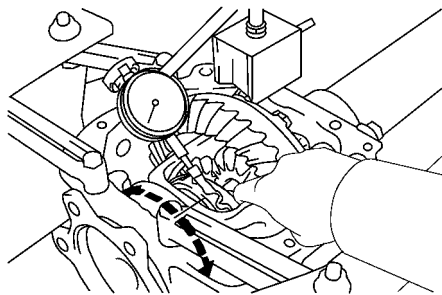

图 14-72 测量侧齿轮的齿隙
(7) 检查齿圈和驱动小齿轮之间齿的接触状态。
(8) 检查侧齿轮的齿隙。握住朝向外壳的一个小齿轮, 测量侧齿轮的齿隙, 如图 14-72 所示。